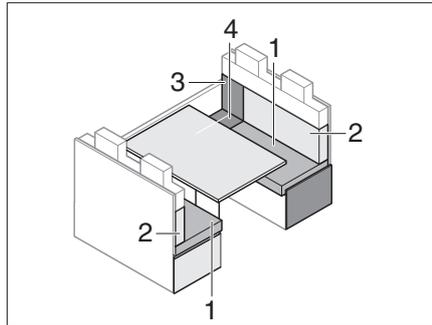

Fig. 196 Prima della trasformazione
- Rimuovere i cuscini dello schienale (Fig. 196,2) e riporli di lato.